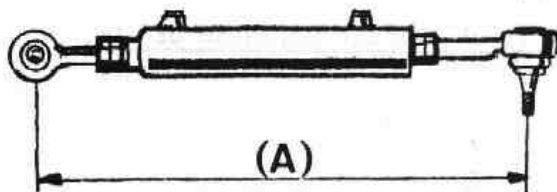

Fig. G2-13 Regulación de distancia entre centro de rótulas para montaje de cilindros nuevos
- 2.1. Si el cilindro que se vá a montar es nuevo, se regulará la cota, A (Fig. G2-13) entre centro de rótulas a la misma medida que tengan las del cilindro desmontado.